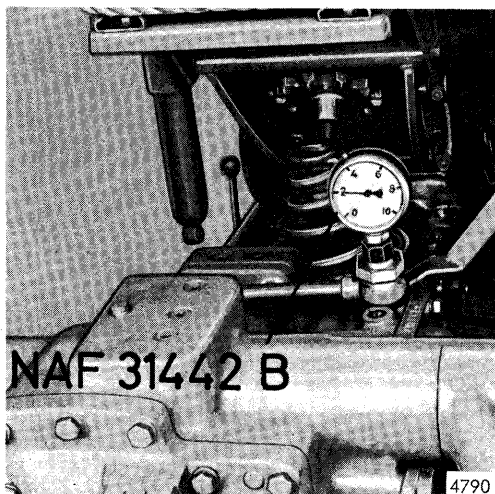

Fig. 46.
1. Tilslut et manometer med måleområde 0-10 kp/cm² som vist i fig. 46.